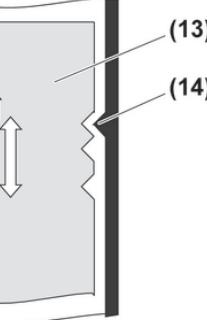

Bild 6: Ställa in räckvidden
- Räckvidden är inställd i mitten eller minimum (bild 6).
Rörelsedetektorns räckvidd kan ställas in i tre steg genom att du glidjusterar det inre höljet (13) (bild 6).
- Ställ in räckvidden genom att glidjustera det inre höljet (bild 6).